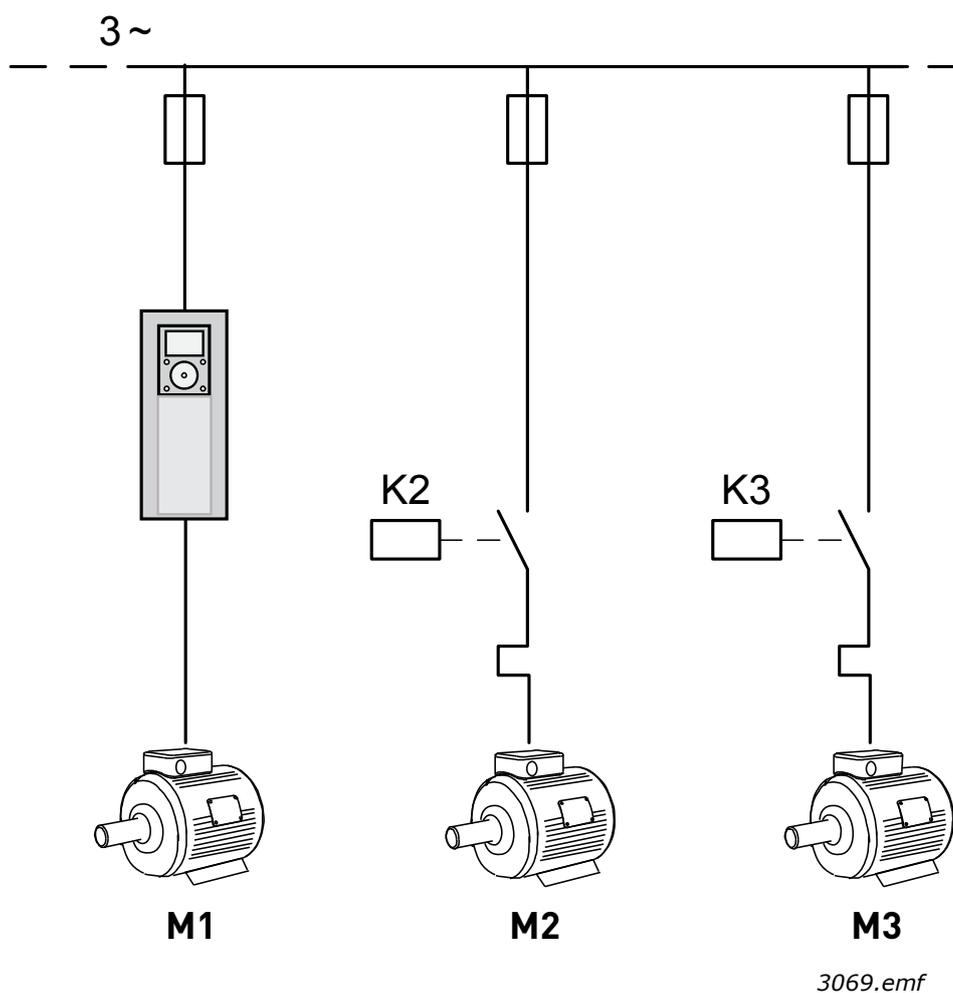
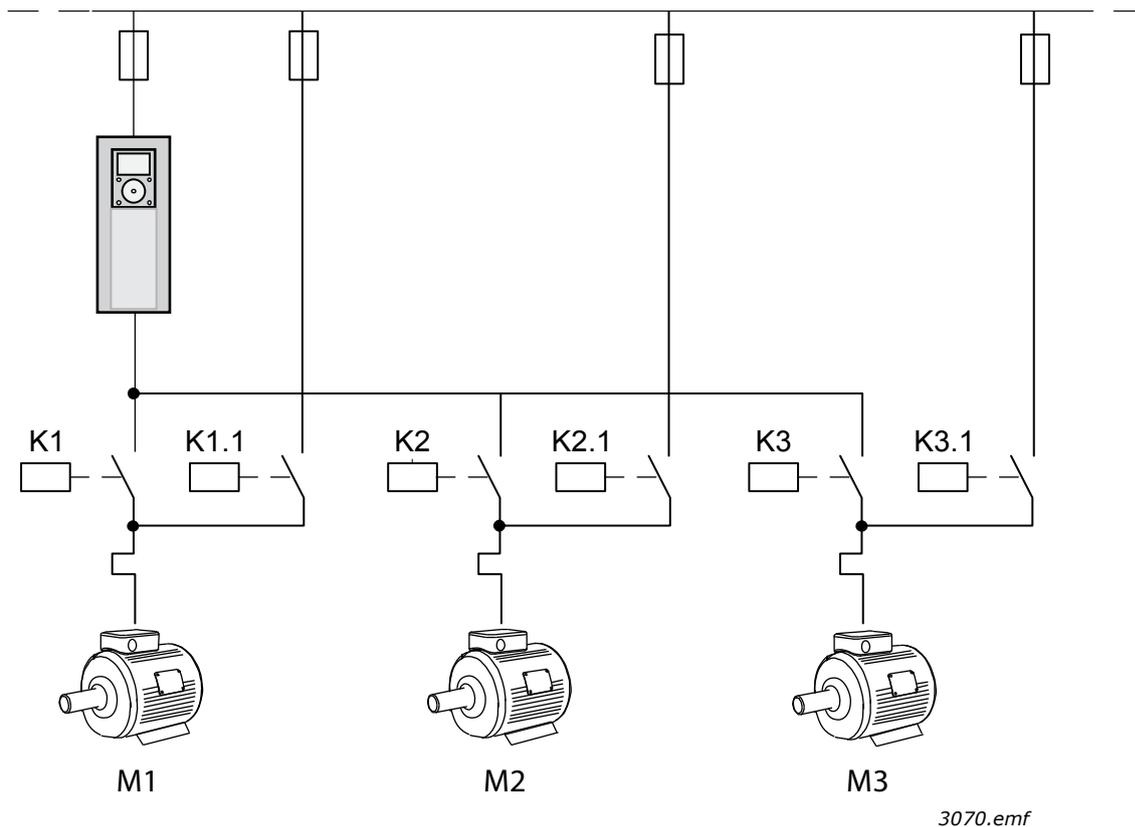

Figura 10. Diagrama de controle principal, quando somente os motores auxiliares sofrem troca automática
Figura 11. Diagrama de controle principal, quando todas as bombas sofrem troca automática.
**OBSERVAÇÃO!** Diferentes conexões, dependendo do modo de troca automática selecionado (Consulte Figura 10 e Figura 11).